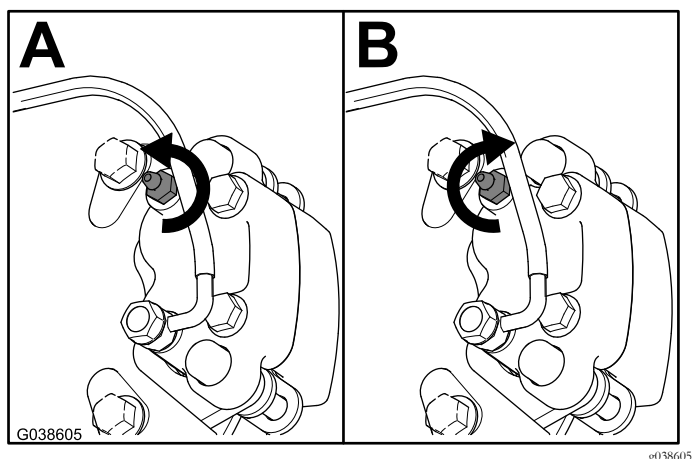

Bild 12
3. Lösen Sie die Entlüftungsschraube bei ganz durchgetretenem Bremspedal um eine Viertelumdrehung (Bild 12).
4. Ziehen Sie die Entlüftungsschraube bei ganz durchgetretenem Bremspedal um eine Viertelumdrehung an (Bild 12).